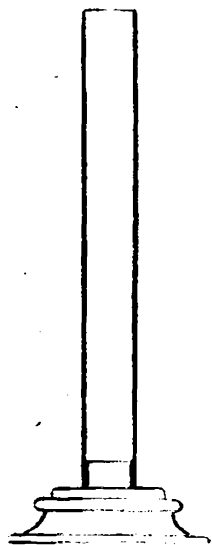

Fig. 39.
*Mortaio.* — Il mortaio per lanciare le bombe è formato con un tubo di ferro battuto, non saldato, lungo da 8 a 10 calibri, chiuso ad un'estremità da un pezzo tornito di legno duro (fig. 39), che funziona da base, per mantenere il mortaio in posizione verticale. Il tubo di ferro è innestato per un buon tratto in un maschio cilindrico della base e trattenuto da viti a legno. Per garantire una maggiore solidità del mortaio è bene rinforzare il tubo con un cerchio di ferro o con diversi strati di filo di ferro presso la base, nel tratto in cui avviene la deflagrazione della carica di lancio.